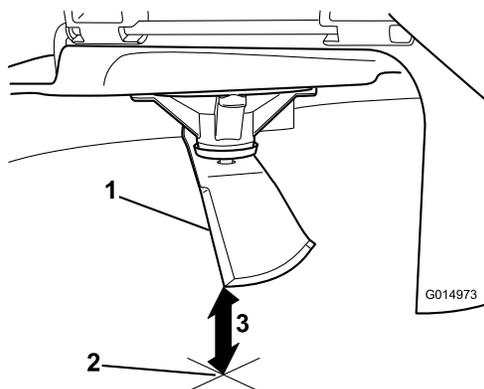

**Figura 61**
4. Ruotate la stessa lama di 180 gradi in modo che il tagliente opposto si trovi ora nella stessa posizione (Figura 61).